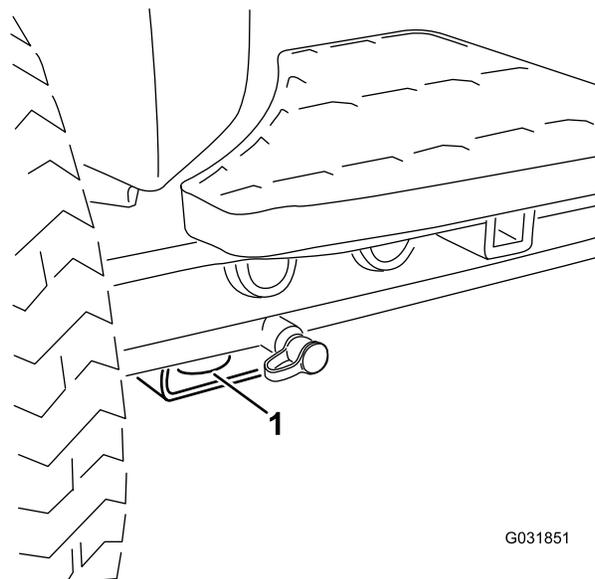

Рисунок 34
- В передней части – используйте отверстие в прямоугольной подкладке под трубой моста внутри каждого переднего колеса (**Рисунок 34**)